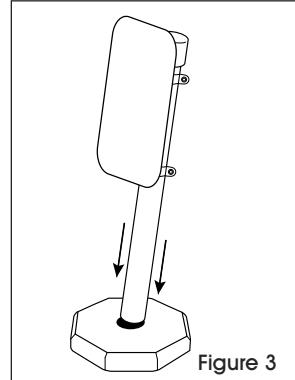

Figure 3
- Insérez le montant dans la base en le gardant légèrement incliné afin d'obtenir un emmanchement serré. (Voir Figure 3)